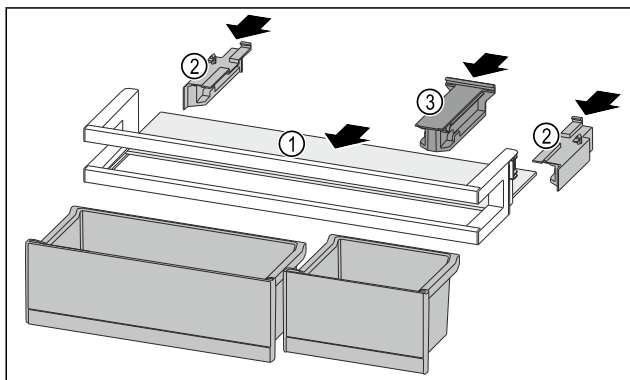

Fig. 118
- ▶ Odkládací plochu Fig. 118 (1) zasuňte do bočních vybrání.
- ▶ Boční díly Fig. 118 (2) vložte.
- ▶ Držák Fig. 118 (3) vložte.